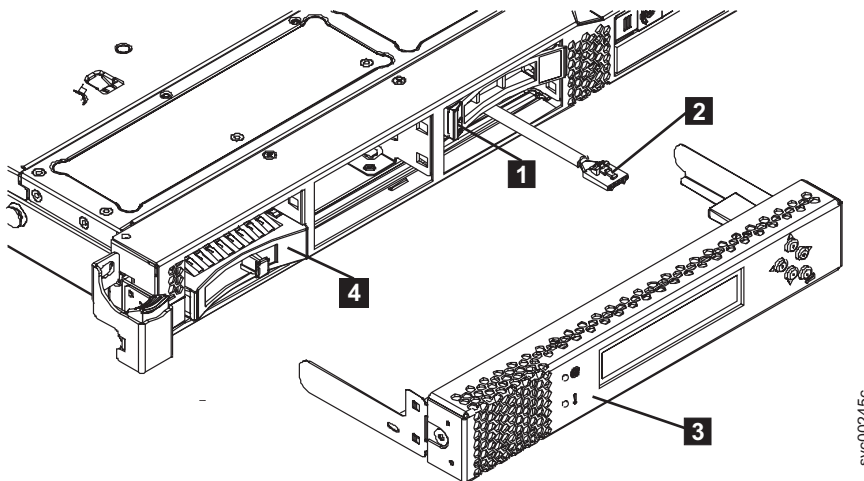

図 99. ブート・ドライブのロケーション (SAN ボリューム・コントローラー 2145-CF8 の図)
7. オレンジ色の解放ラッチ (図 99 の **1**) を慎重に左方にスライドさせて、ブート・ドライブのドライブ・ハンドルロックを解除します。ブート・ドライブの位置について詳しくは、131ページの『SAN ボリューム・コントローラー 2145-CG8 または 2145-CF8 ディスク・ドライブの ID』を参照してください。